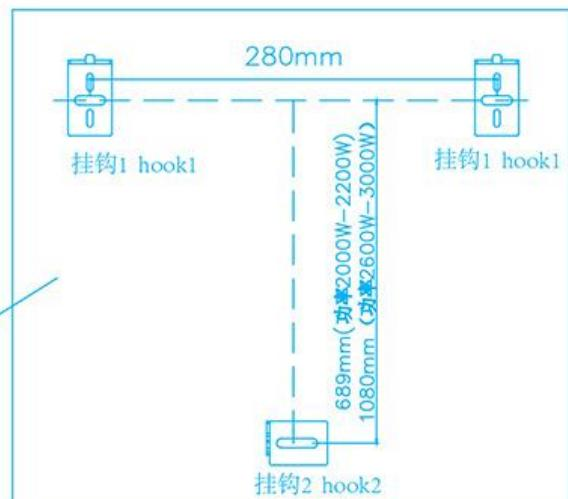

图1 Fig1
2、从附件袋中取出挂钩1（2个）、挂钩2（1个）和爆炸螺丝（3个），按图中所给出的中心距水平地将挂钩固定在墙上，如图1；
2、 Remove the hook 1 (2pcs)、hook2(1pcs)and exploding screws (3pcs) from the accessory bag, fix the hooks horizontally to the wall according to the center given in the figure (Fig1);